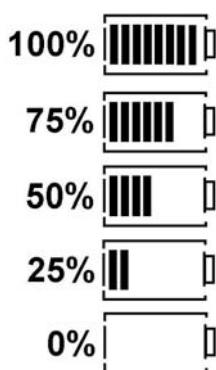

Fig. 6: Laadtoestand batterijen
- 7 Symbool voor TRMS (AC)
De actuele laadtoestand van de batterijen wordt permanent op het LCD-display weergegeven (fig. 5, pos. 5). Het aantal balken geeft de laadtoestand van de batterijen in procent aan (fig. 6).